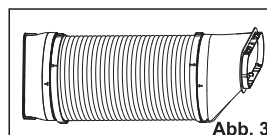

Abb. 3
4. Nach der Montage, wie unten Abb. (Abb. 3)